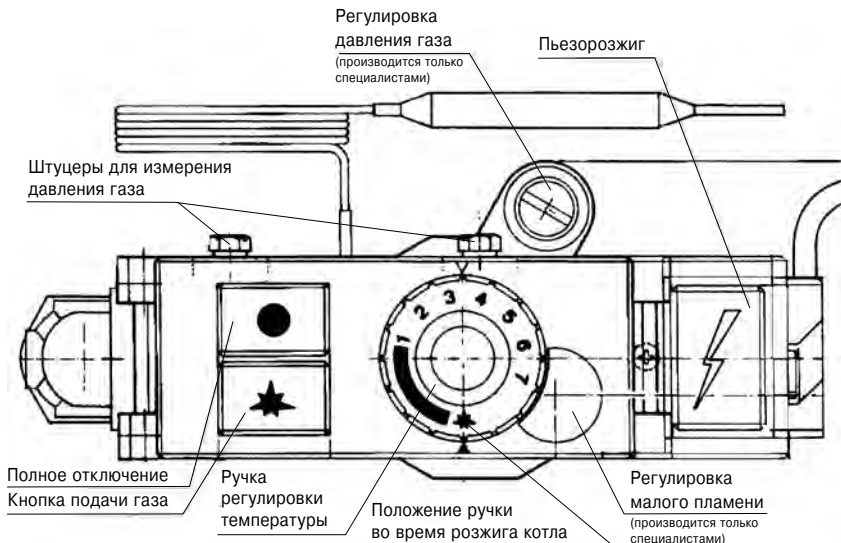

Рис. 7.
**Для котлов мощностью от 25 до 30 кВт с газогорелочным устройством на основе итальянской автоматики «710 MINISIT» и инжекционной горелки Polidoro (см. рис. 7) ВНИМАНИЕ!**